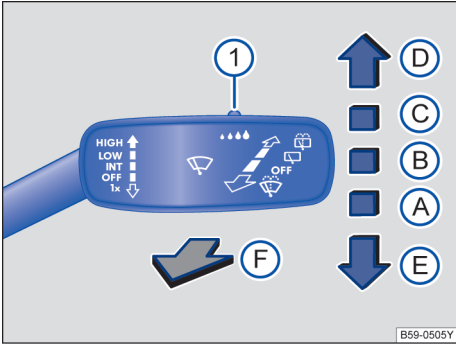

图 74 操作车窗玻璃刮水器
① 使用开关→图 74①调节雨量传感器的灵敏度。
- 向下短按车窗玻璃刮水器操作杆 →图 74 ⑤。